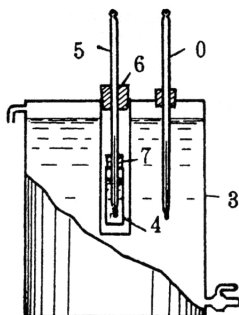

図 2
- 図 2 は 冷却そうの使用状態を示します。図について説明しますと、冷却そう(3)の中央に内筒があり、ここに測定すべき液体を入れた試験管(4)をおきます。これは容量40mlぐらいのもので、シリコンセン(6)(7)および温度計(5)によって支
試料が熱せられたら図2のようにシリコンせん大および温度計ごと冷却そうに装置します。